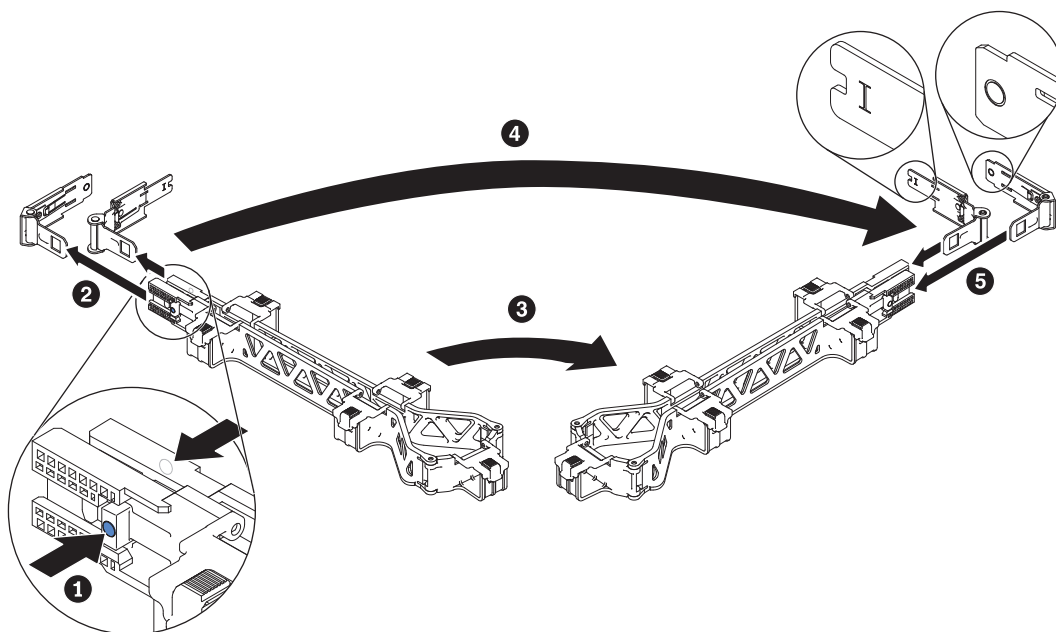

图 29. 在对面安装电缆管理臂
10. 可选：您可以在对面安装电缆管理臂，如第 35 页的图 29 所示。